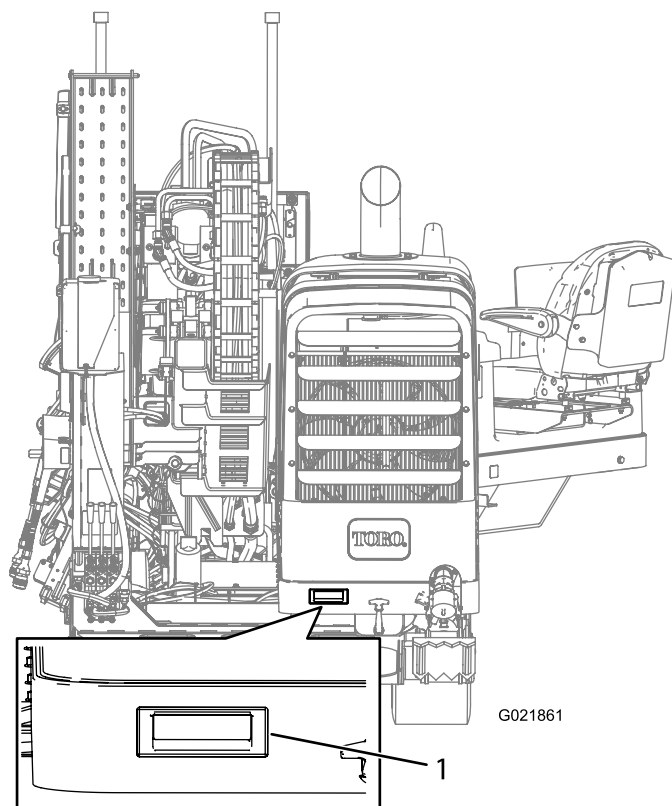

Рисунок 98
3. Поднимите опорную штангу, как показано на Рисунок 98.